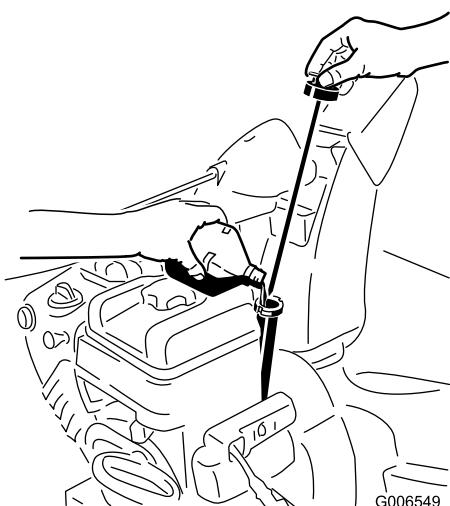

Рисунок 43
- Выньте щуп и проверьте уровень масла (Рисунок 43). Если уровень масла находится ниже отметки Add (Добавить), то добавьте масла в двигатель. См. Раздел «Заправка двигателя маслом».